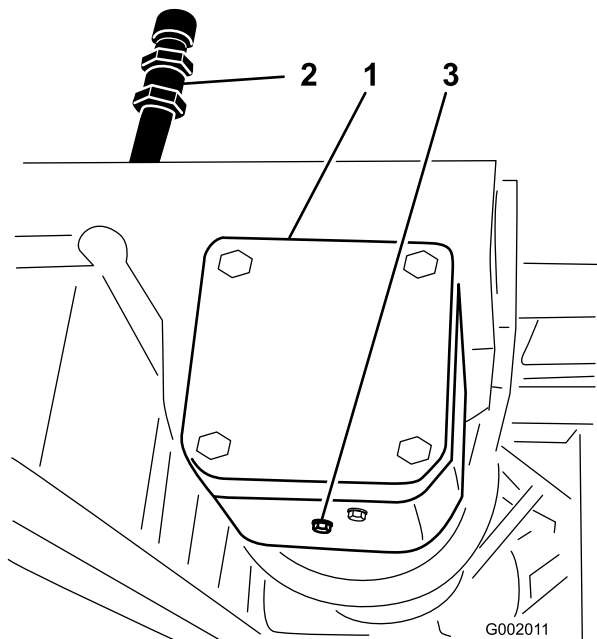

Figura 73
2. Coloque un recipiente debajo del tapón de vaciado de la caja de engranajes de la transmisión de la bomba (Figura 73).
3. Retire el tapón de llenado y el tapón de vaciado (Figura 73) y deje fluir el aceite al recipiente.